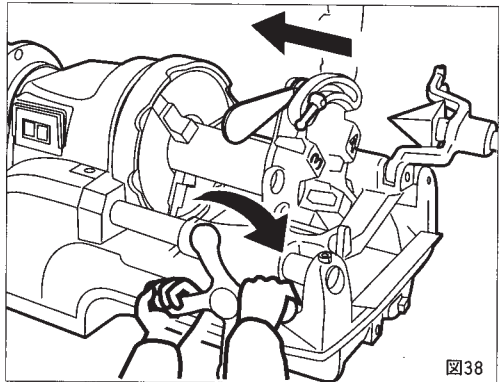

図38
② スイッチを入れますとオイルはダイヘッドから自動的に注油されます。
③ 送りハンドルを右回り方向に動かしてパイプにチェーザを押し付け食い付かせてください。ねじ山が3~4山切ればあとは自動的にねじが切れます。このマシンに使用されているシリースモータは、回転数が周波数に左右されず、負荷によって自動的に変化します。(図38)